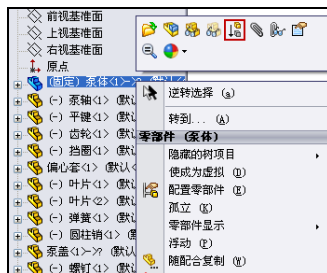
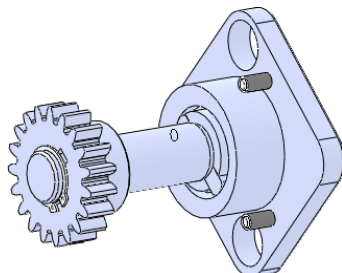

图 8-101 快捷菜单
图 8-102 压缩状态
- 02 右键单击零部件的名称，在弹出的快捷菜单中单击  【压缩】按钮，如图 8-101 所示，选择的零部件被压缩，如图 8-102 所示。